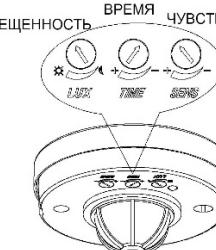

Рис.4
- Датчик работает в пассивном режиме инфракрасного излучения и реагирует на движение источников тепла. Если, например, в зону обнаружения датчика входит человек, первым делом датчик производит сравнение текущего значения внешней освещённости и выставленной в настройках датчика. Если она выше уставки датчика (рис.4) - датчик не включит нагрузку, если ниже - происходит включение нагрузки (светильников).